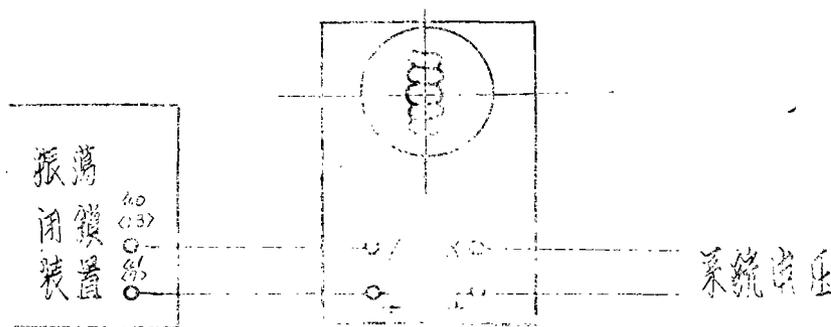

图1 用李沙育图形测五次谐波
1. 观看李沙育图形：从图形上可以清楚的看到y轴分量是X轴的五倍。如图1接线。